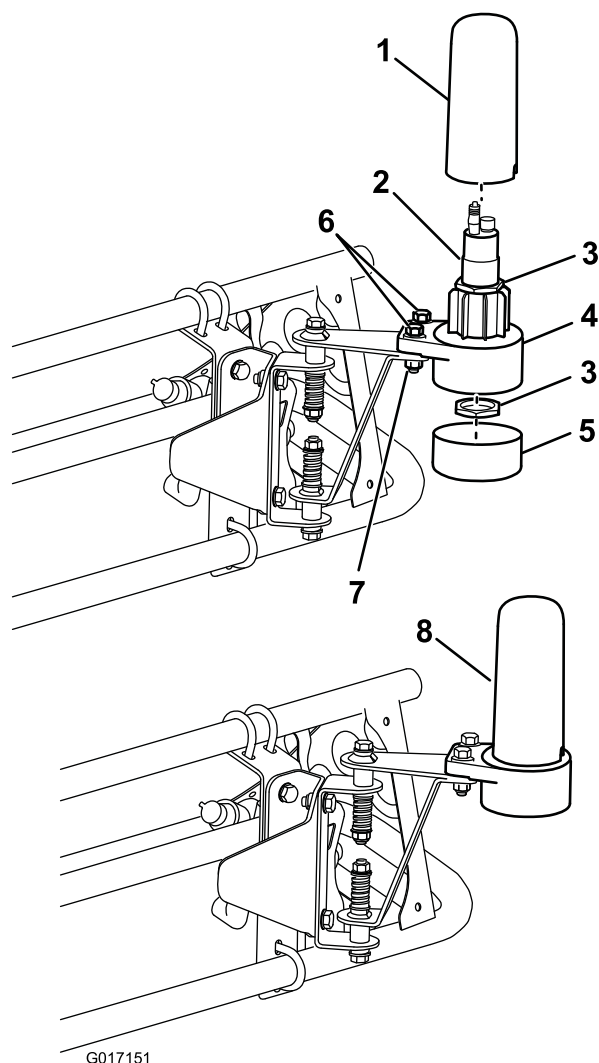

Figura 13
4. Instale el alojamiento inferior del sensor en los herrajes de montaje del sensor con 2 pernos (5/16 x 1-1/4 pulgada) y 2 contratueras (5/16 pulgada) (Figura 13).
6. Introduzca el sensor en la carcasa inferior del sensor, y sujételo con las 2 tuercas grandes suministradas con el sensor (Figura 13).
7. Instale el tapón y la tapa (Figura 13).